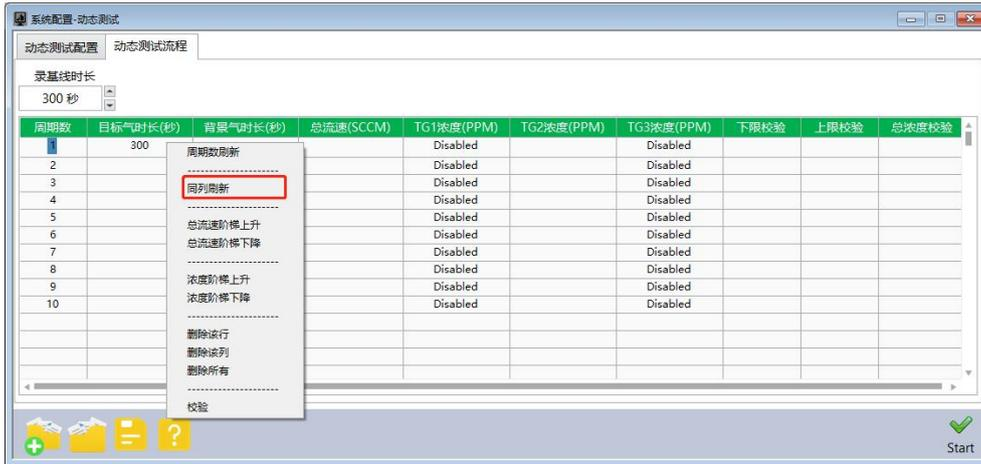
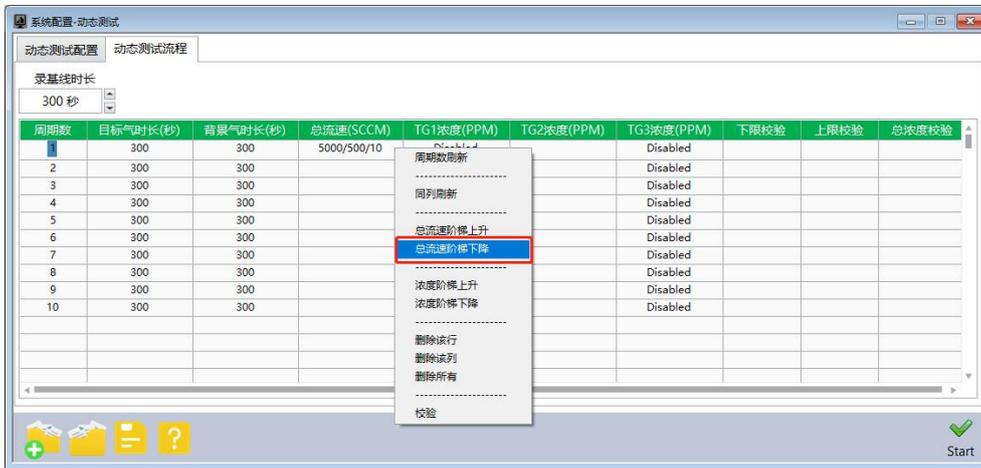
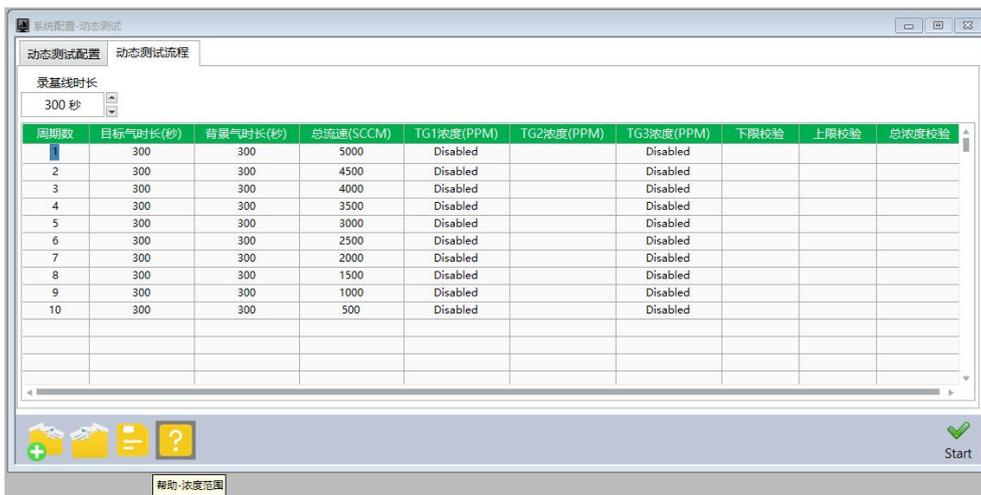

图 9
图 10
图 11
2.4.3 按周期依次输入目标气时长、背景气时长。如各周期的目标气时长和背景气时长均相同，则仅需输入第一个周期，然后单击右键，在弹出的选项中左键单击同列刷新（如图 9 所示），程序会自动将剩余 9 个周期的时间设置为与第一个周期相同的数值。
2.4.4 依次输入每个周期的总流速，根据实际测试需要，可选择同列刷新（与图 9 相似），也可选择总流速阶梯上升/总流速阶梯下降。以总流速阶梯下降为例（如图 10 所示）输入的总流速为 5000/500/10，单位为 SCCM，其中第一个数值 5000 是第一周期总流速，第二个数值 500 是每周期流速的下降幅值，第三个 10 是周期数。程序刷新后会显示如图 11 所示结果。